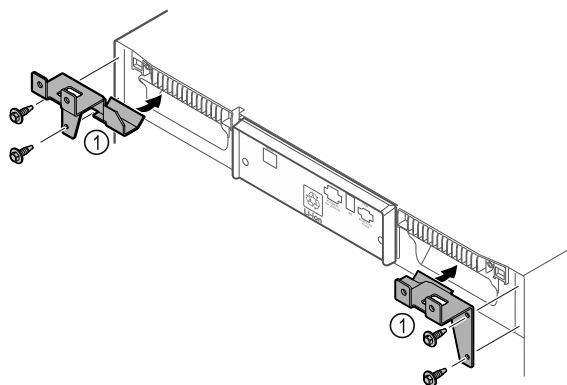

Fig. 12
- Monte las piezas de sujeción Fig. 12 (1) en el electrodoméstico con tornillos autorroscantes.